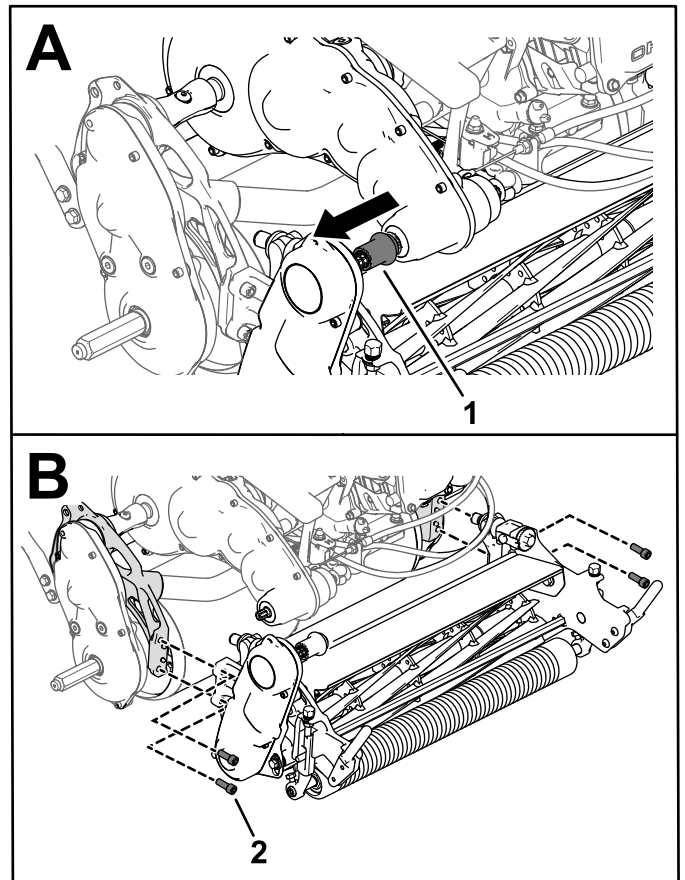

Figure 50
- Dégagez le coupleur d'entraînement de l'unité de coupe de l'arbre d'entraînement de la transmission (Figure 50).
- Retirez les vis à tête creuse qui fixent l'unité de coupe au cadre (Figure 50).